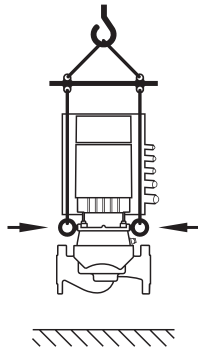

Fig. 8: Транспортировка насоса
- Транспортировку насоса следует проводить с помощью разрешенных грузоподъемных приспособлений (например, талей, крана и т.д.). Закрепление приспособлений должно осуществляться с использованием транспортировочных проушин на фланце мотора (рис. 8, в данном случае: направление поднятия с вертикальным валом мотора).